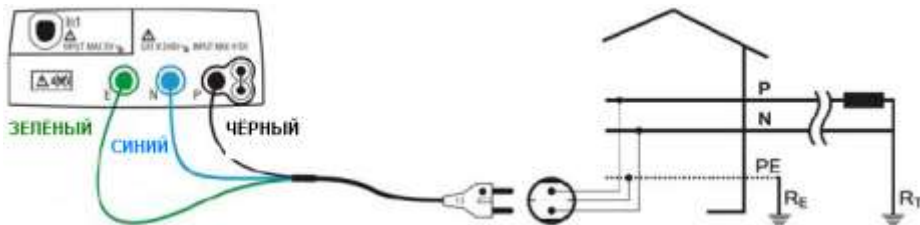

Рис.15: Подключение прибора для измерения сопротивления цепи и петли к 1-о фазной сети ~ 230 В при помощи кабеля-переходника (shuko cable)
5. Соедините **зеленый, синий** и **черный** конекторы 3-х проводного shuko-кабеля или отдельные тестовые провода соответственно с входными гнездами **E, N** и **P** прибора. Допускается использование отдельных измерительных проводов, подсоединив на концы соответствующие по цвету зажимы «крокодил». Возможно для тестирования использовать щуп-пробник **PR 400 (опция)** путем соединения с гнездом **P** прибора - одного из штекеров многополюсного соединителя. Соответствующие схемы подключения изображены на рис. 15 – 19.